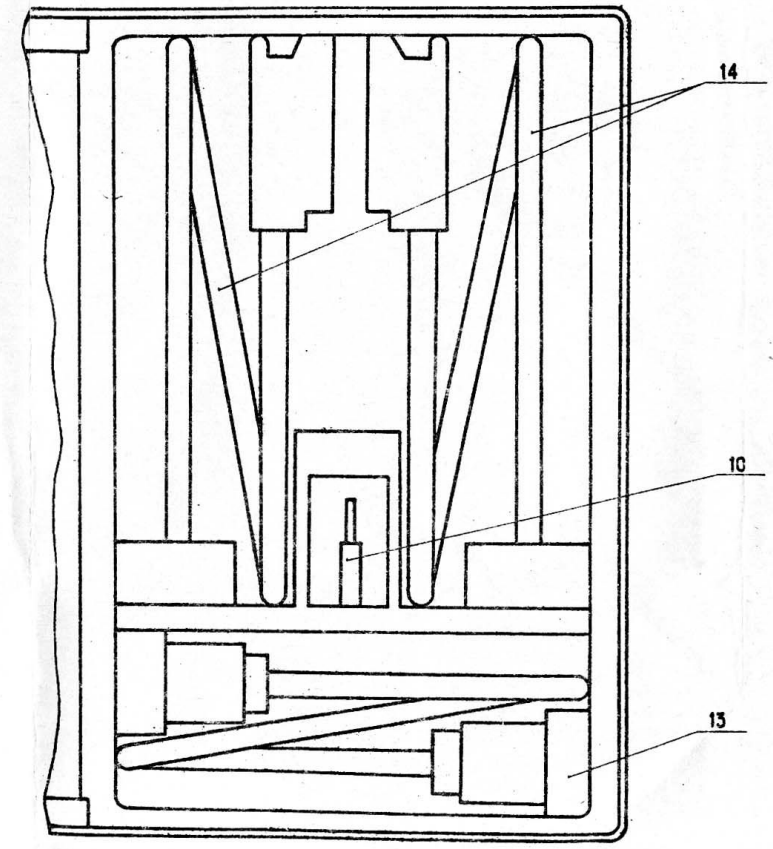

Рис.3.1
3.1. Состав комплекта прибора приведен в табл.3.1, запасное имущество и принадлежности (ЗИП) показаны на рис.3.1, 3.2.
*Порядковые номера комплекта комбинированного соответствуют номерам на рис.3.1, 3.2.